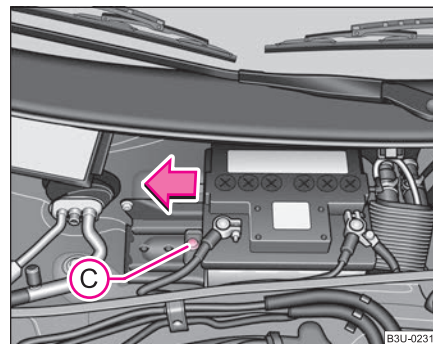

Fig. 181 Vano motor:
- Desenrosque el tornillo (C) ⇒ fig. 181 y saque la placa portafusibles.